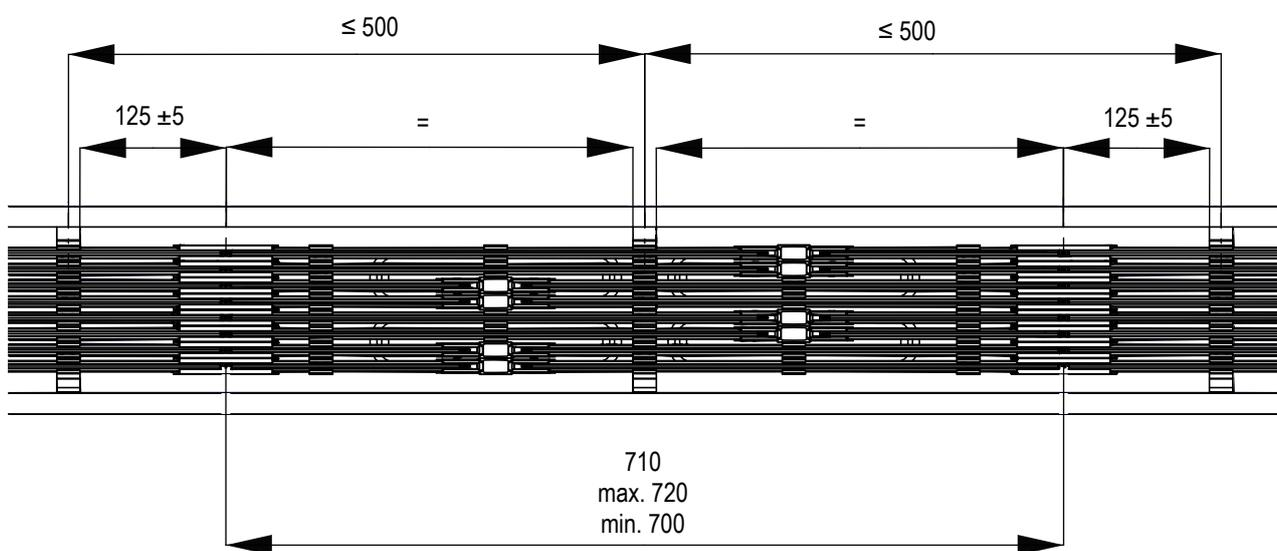
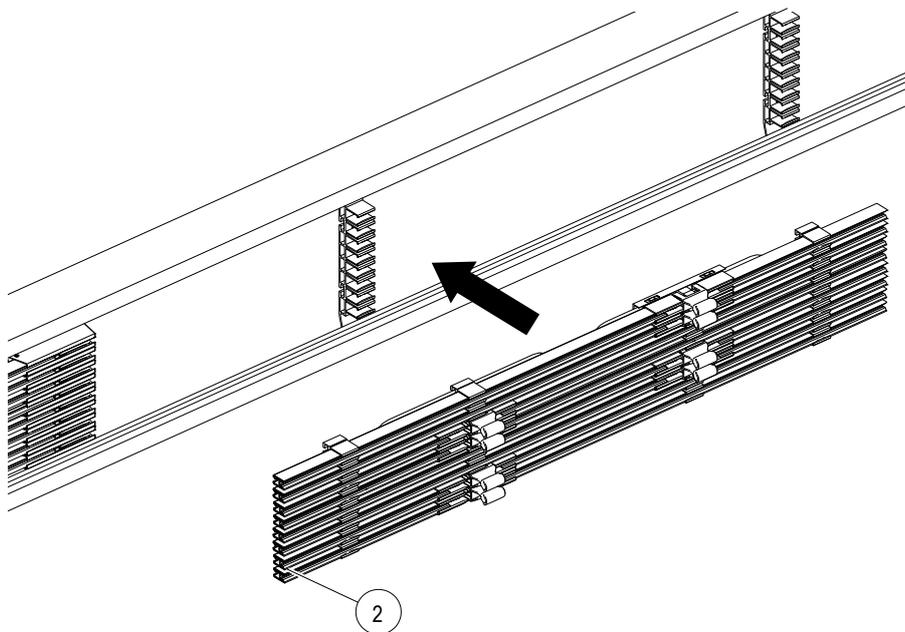

Abb. 70: Abstand Schienenhalter
Abb. 82: Dehnmodul in die Schienenhalter einhängen
- Von Mitte Verbinder bis zum Schienenhalter (links und rechts des Dehnmoduls) muss der Abstand 125 ± 5 mm betragen ggf. muss ein Schienenhalter versetzt werden. Falls ein Schienenhalter versetzt oder mit einem weiteren Schienenhalter ergänzt werden muss, darf der Abstand bis zum nächsten Schienenhalter nicht größer als 500 mm sein. (Schienenhalterabstände siehe Abb. 70).
→ Das Dehnmodul (Pos. 2) in den Schienenhalter einhängen (siehe Abb. 82). Der Schienenhalter muss mittig zwischen den Dehnstellen sitzen (siehe hierzu auch Abb. 70). Bei Bedarf kann er auch ausgerichtet werden.